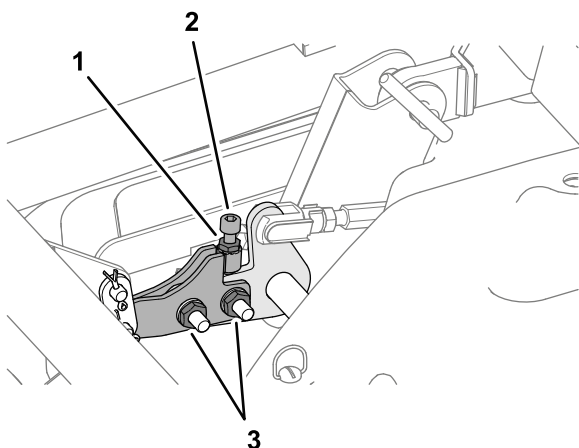

Рисунок 123
- A. Ослабьте 2 гайки крепления выравнивающего звена (Рисунок 123).
В. Ослабьте контргайку крепления болта с внутренним шестигранником (Рисунок 123).
10. Затяните 2 гайки выравнивающего звена и контргайку крепления болта с внутренним шестигранником (Рисунок 123).
7. Затяните контргайки регуляторов наклона деки (Рисунок 123).